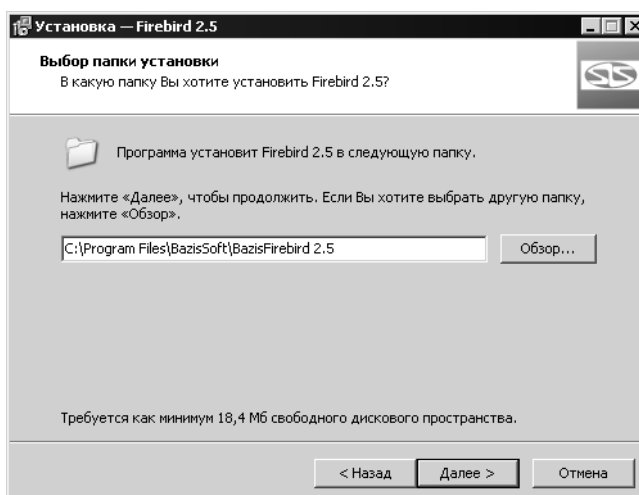

Рис. 1.6.
2. Укажите папку установки СУБД (рис. 1.6).